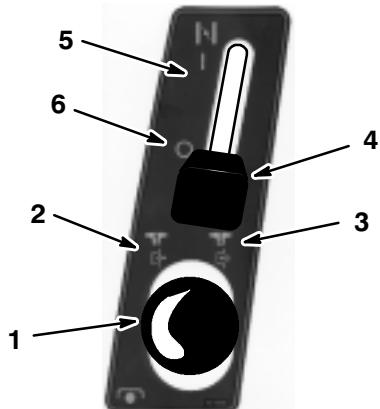
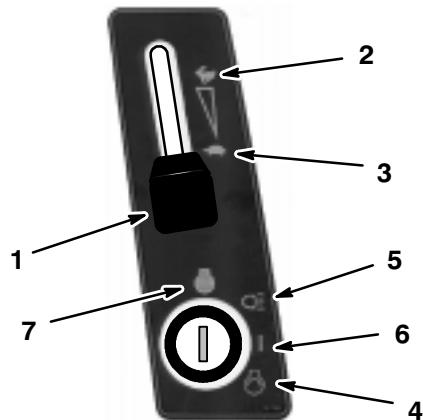

Abbildung 9
Abbildung 10
4. Darauf achten, dass das Mähwerk ausgekuppelt ist (Abb. 9).
5. Beim Start eines kalten Motors den Chokehebel auf Position "ON" stellen (Abb. 9).
6. Den Gashebel auf Position "SLOW" stellen (Abb. 10)
7. Den Zündschlüssel im Uhrzeigersinn drehen und in Position "START" halten (Abb. 10). Wenn der Motor anspringt, den Schlüssel loslassen.
8. Wenn der Motor angesprungen ist, langsam den Chokehebel auf OFF (Abb. 9) und den Gashebel auf FAST (Abb. 10) stellen.
- Den Gashebel auf "SLOW" (langsam) stellen (Abb. 10).
- Den Zündschlüssel auf "OFF" drehen (Abb. 10).